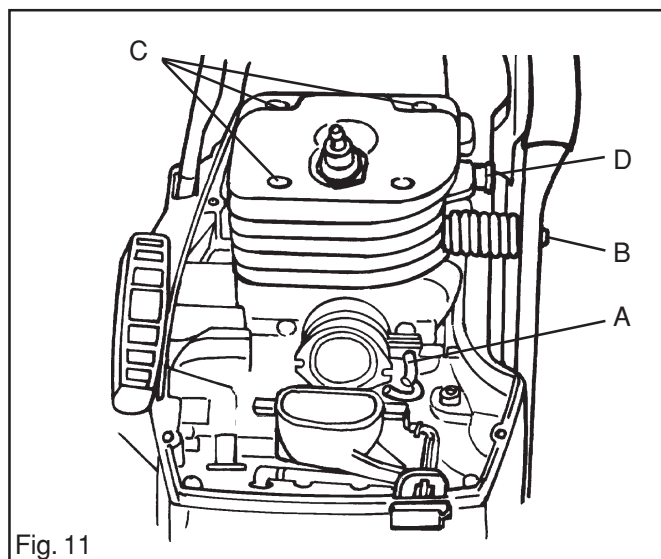

Fig. 11
4. Monter le décompresseur (D). Voir la fig. 11. Le serrer selon un couple de 15 Nm.
8. Presser la garniture du pied du cylindre à l'aide des quatre vis (C) et les serrer en alternance. Couple de serrage final de 10 Nm. Voir la fig. 11.
9. Monter le ressort anti-vibrations (B) sur le cylindre. Voir la fig. 11. Serrer la vis selon un couple de 10 Nm.